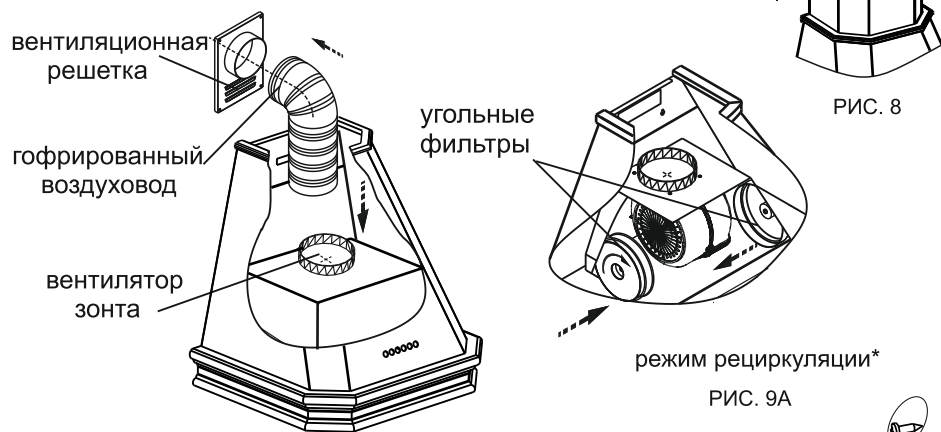

РИС. 9
6.3 В зависимости от режима эксплуатации зонта соедините вентилятор с вентиляционной решеткой полужестким гофрированным воздуховодом (рис. 9) или установите на вентилятор угольные фильтры (рис. 9А)\*. Угольные фильтры устанавливаются на защитные короба вентилятора путем легкого нажатия и поворота их по часовой стрелке.